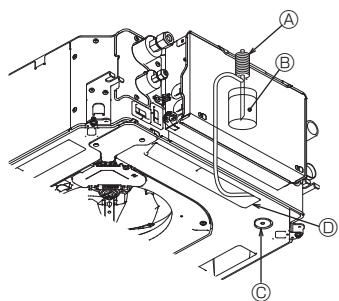

Fig. 8-6
8.4. Comprobación del drenaje (Fig. 8-6)